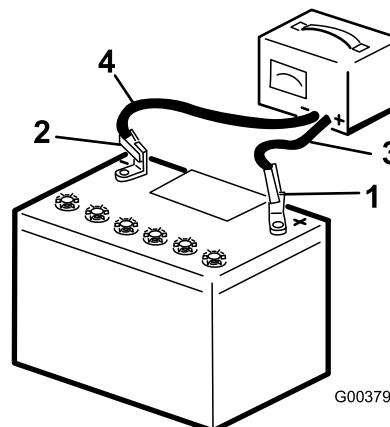

Figura 54
2. Cargue la batería durante 4 a 8 horas a un ritmo de 3 a 4 A (Figura 54). No sobrecargue la batería.
3. Cuando la batería esté completamente cargada, desconecte el cargador de la toma de electricidad, luego desconecte los cables del cargador de los bornes de la batería (Figura 54).